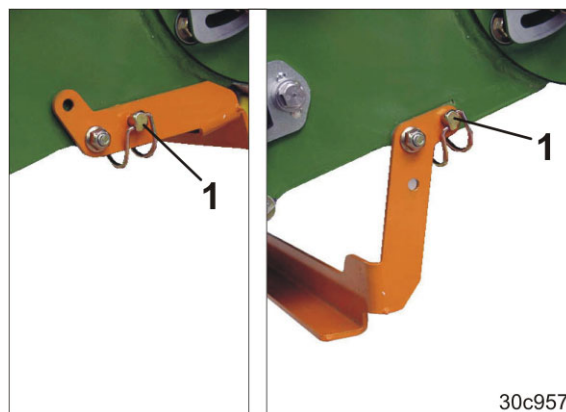

Fig. 240
3. Klap holderen ned, og foretag sikring [Ringstift (Fig. 240/1)].